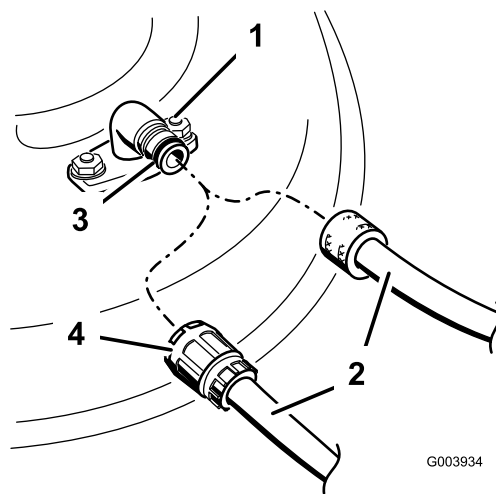

Figura 80
3. Montate il manicotto del tubo flessibile sul raccordo di lavaggio del tosaerba, quindi aprite il rubinetto per erogare un getto forte (Figura 80).